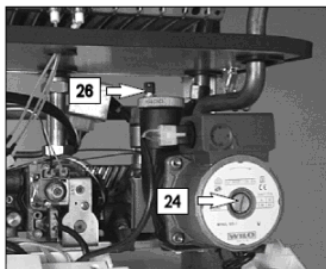

fig. 6.3
- 7 Desapertar o tampão da válvula do respiradouro automático (26 na fig. 6.3).
- 11 Tirar o tampão 24 na fig. 6.3 e desbloquear a bomba rodando o ruptor com uma chave de fendas. Durante esta operação tirar o ar à bomba.